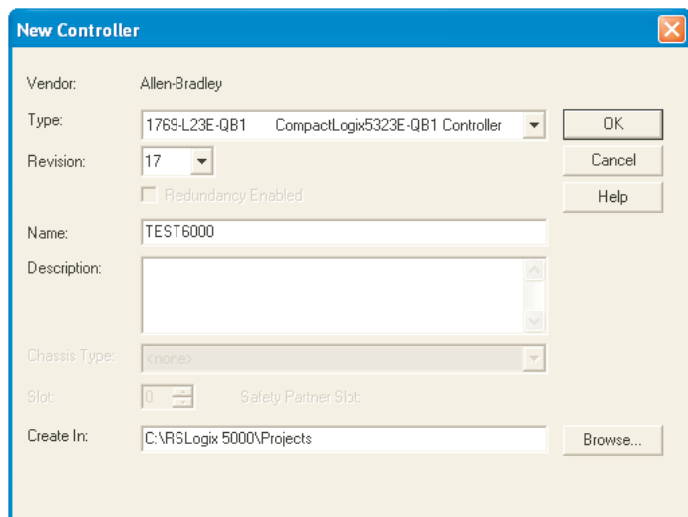

Abbildung 4.3.21g New Controller Fenster
1. Wählen Sie im „File“ Menü „New“, oder klicken Sie auf das „New Tool“ Symbol . Das „New Controller“ Fenster öffnet sich (Abbildung 4.3.21g).